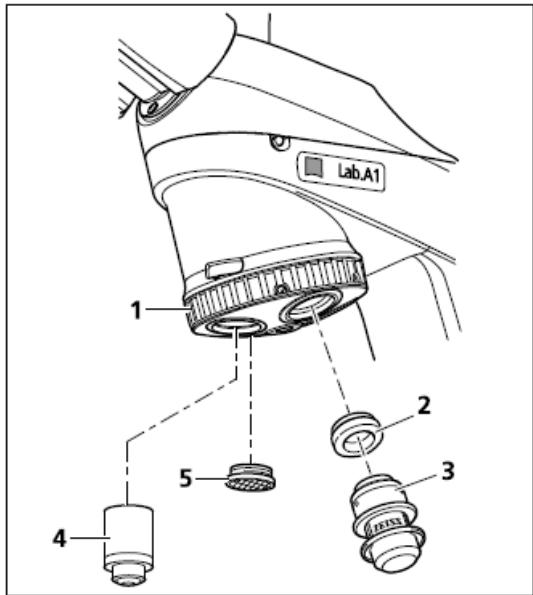

图. 3-8 安装物镜
- | 将物镜转盘上的防尘盖(图 3-8/5)取下
- | 从盒子中取出物镜（图 3-8/4），将其安装到物镜转盘(图 3-8/1)，从最小的放大倍数开始安装（顺时针）。
- | 如果不装物镜，您可以在 W0,8/M27 转接环（图 3-8/2）的帮助下，将打标器（图 3-8/3）安装在物镜转盘的任何位置。不使用时，不要忘记盖上打标器的盖子，以免脱水。